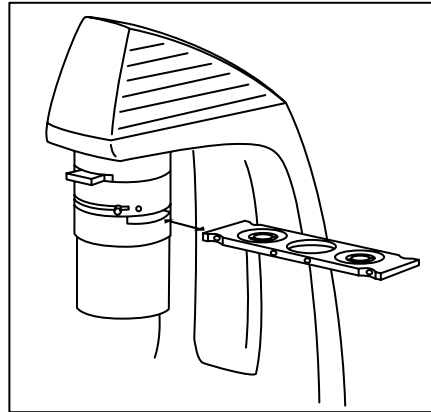

Figura 7.
a) Coloque el control deslizante de contraste de fase en posición vertical e inserte el conector (Figura 7).